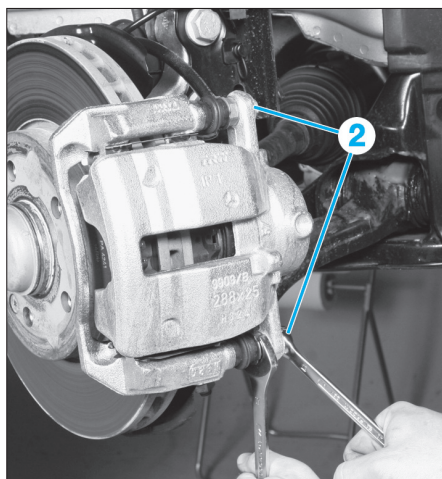

FIG. 8
- Déposer les vis de fixations (2) de l'étrier (Fig.8).